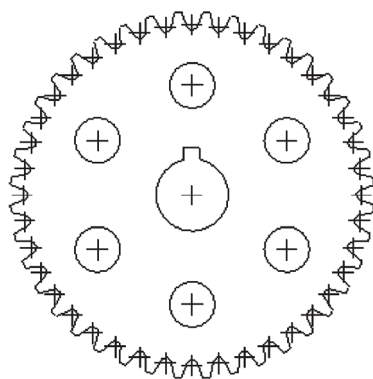

图 4-64 相等约束图元
STEP 04 移动鼠标至上方的一个小圆上，单击鼠标左键，并在绘图区任意位置单击鼠标中键，即可相等约束图元，效果如图 4-64 所示。